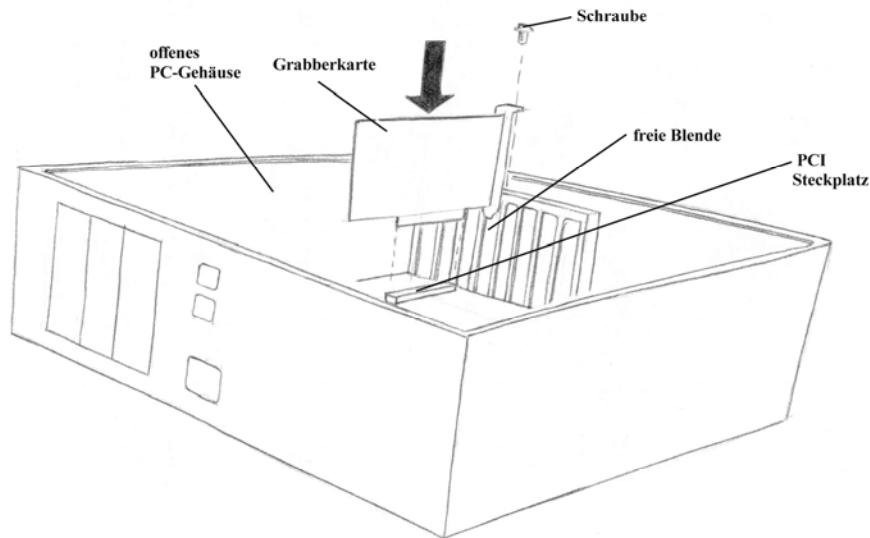

Bild 6: Einsetzen der Karte im PCI-Steckplatz
- Setzen Sie nun den pciGrabber-4*plus* wie im *Bild 6* dargestellt mit der Anschlussblende nach außen vorsichtig in den Steckplatz ein. Die Karte sollte sicher einrasten.
Aus Stabilitätsgründen und damit die Karte eine sichere Masseverbindung zum Rechnergehäuse bekommt, befestigen Sie die Karte mit einer Schraube am Gehäuse (siehe Bild 6).